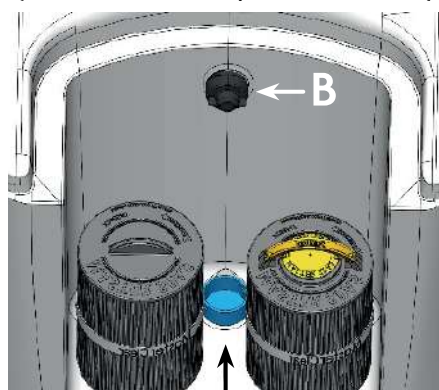

Figure 1
- Raccord de connexion de la base de cellule intelligente (Figure 1, A) - Situé dans le bas du boîtier du filtre, ce raccord fixe la base de la cellule intelligente et permet de l'activer/désactiver pour une installation, un retrait et un remplacement faciles.
- Raccord de connexion murale de cellule intelligente (Figure 1, B) - Situé sur le haut du boîtier du filtre, ce raccord électrique se met en marche/s'êteint pour l'installation, le retrait et le remplacement du générateur de cellule intelligente. Si le bain n'avait pas l'option du système d'eau saline Master Clear sélectionnée au moment de la construction, alors le montage mural préinstallé comprend un faisceau de câbles de 18 po, situé à l'intérieur de la zone du meuble d'équipement, pour permettre au bain d'être « prêt » pour l'installation subséquente et simple du kit d'activation du système d'eau saline Master Clear.